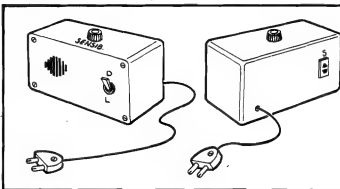

Fig. 2
A fig. 2 sugere um prático e elegante "encaixamento" final para o MORDOMO, devendo estar presentes, externamente, o potenciômetro de "sensibilidade", a chave geral de alimentação, alguns furos para a passagem do som ao microfone e, na traseira, a saída para o "rabicho" de CA e a tomada de utilização (S). São muitos os **containers** padronizados comerciais que podem abrigar, com conforto e aspecto profissional, a montagem... A maioria das caixas padronizadas são de plástico, o que torna muito fácil a sua usinagem e furação, mesmo sem o uso de ferramental específico...